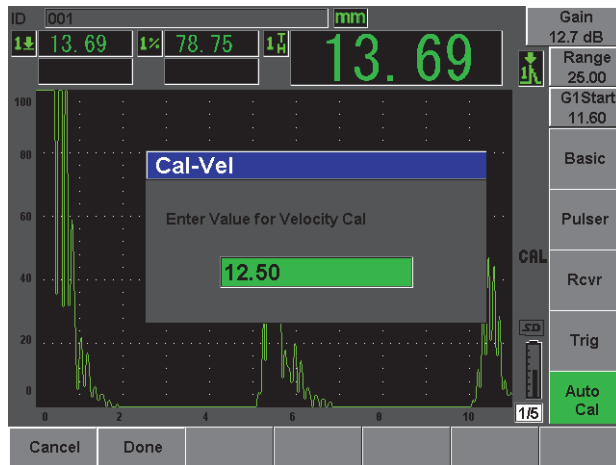

Abbildung 2-16 Wert Cal-Vel (justierte Schallgeschwindigkeit)
14. Mit dem Drehknopf oder den Navigationspfeilen den angezeigten Wert auf die richtige Dicke einstellen. In diesem Beispiel ist der Schallkopf an die Stufe 12,5 mm gekoppelt (siehe Abbildung 2-16 auf Seite 47).